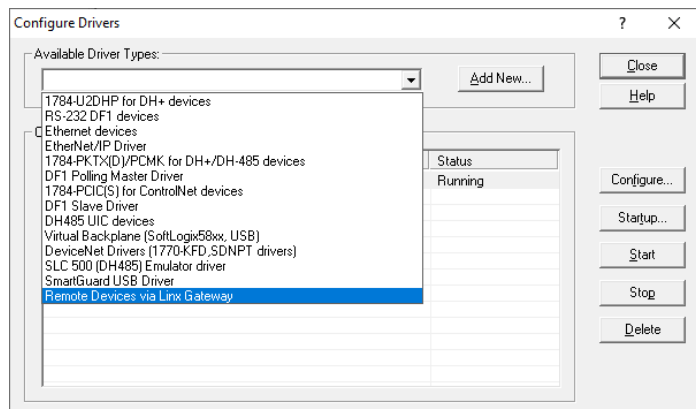
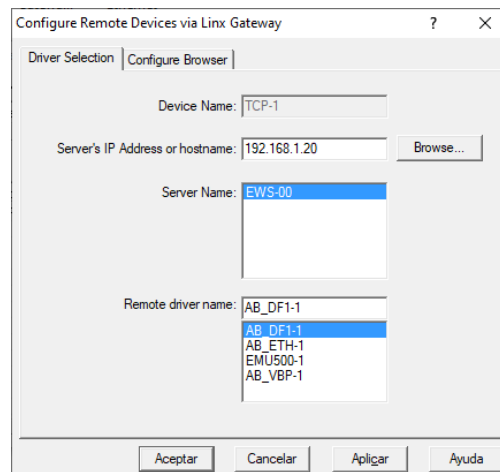

Figura 9. Selección del driver *Remote Devices via Linx Gateway*
Figura 10. Selección de *driver* remoto AB.DF1-1
- Para evaluar el funcionamiento del control de tráfico de dos vías, transfiera la rutina al controlador SLC 5/04 usando la pasarela TCP-1 como medio de comunicación y las dos botoneras industriales Allen Bradley 80FC-7Z. Para este fin, agregue el *driver Remote Devices via Linx Gateway* en RSLinx Classic (ver Figura 9). Posteriormente, seleccione el servidor (*Server name*) EWS-00, que corresponde a la computadora donde está conectado el Controlador SLC 5/04 y elija el *driver* remoto (*Remote driver name*) AB-DF1-1 como se muestra en la Figura 10.